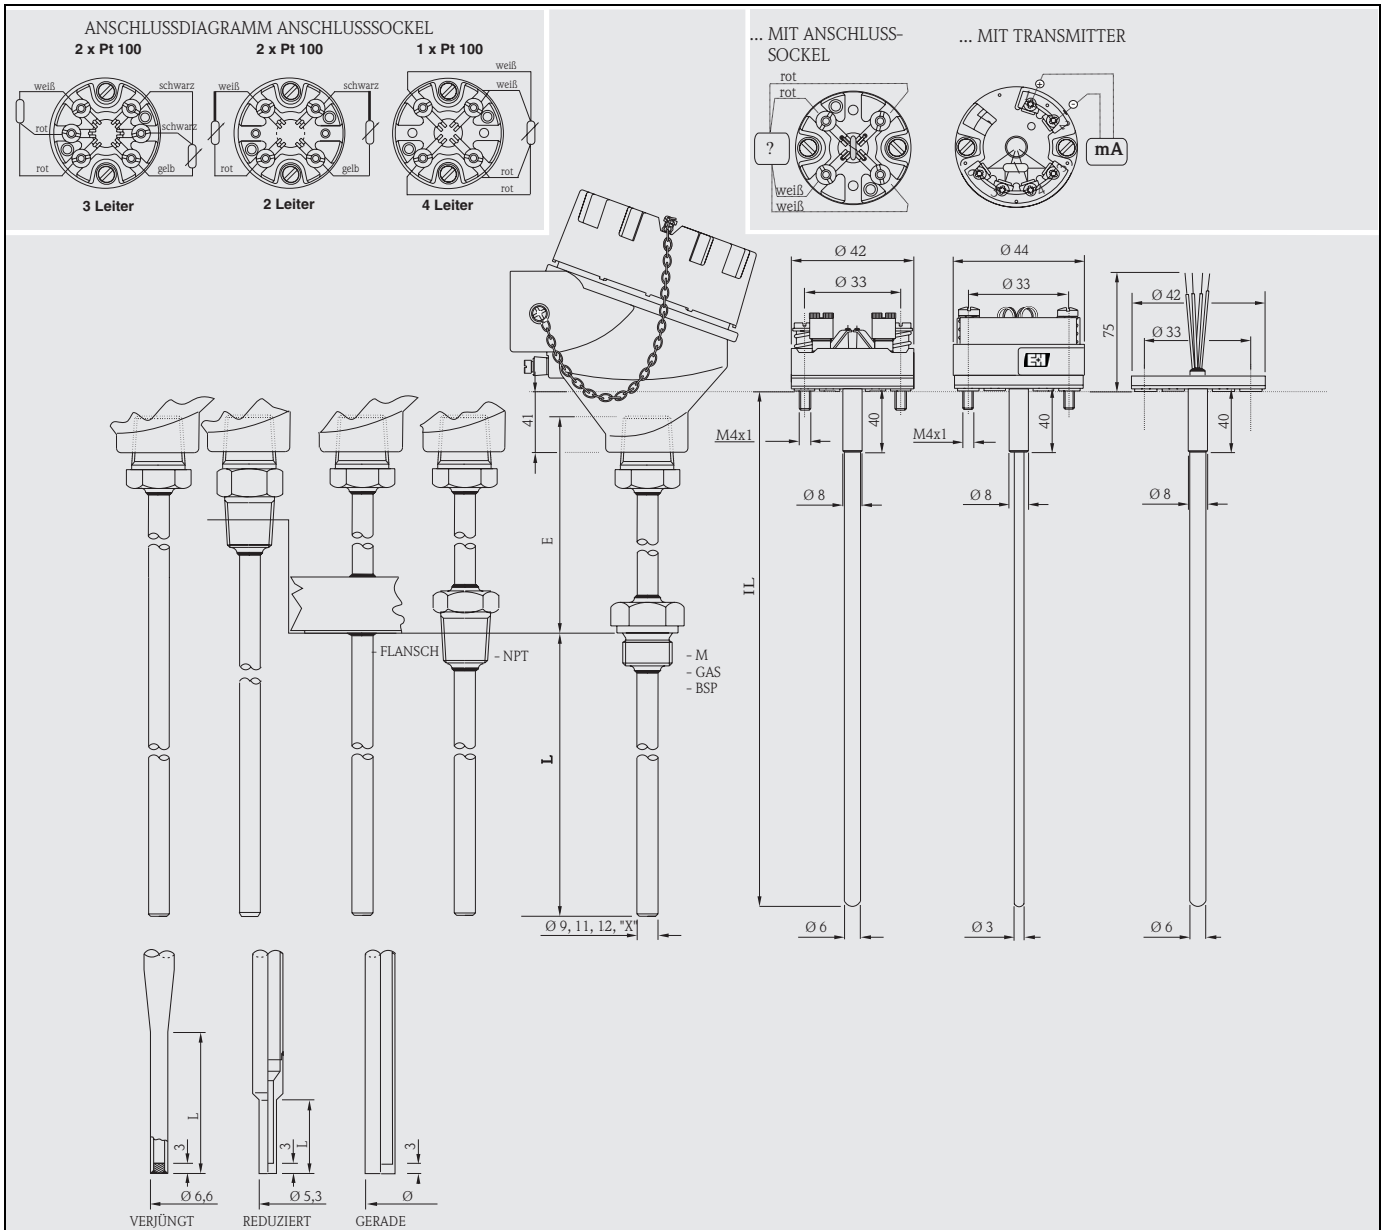

Abb. 6: Funktionale Komponenten, standardmäßige Anschlussdiagramme (Keramikanschlussockel), Spitze am Ende des Messfühlers
Bei einem Austausch muss die Länge des Einsatzes (L) entsprechend der Einbaulänge (L) des Schutzrohrs gewählt werden (siehe Abb. 6). Falls Sie Ersatzteile benötigen, finden Sie diese in der nachfolgenden Tabelle. Obwohl das Schaltungsschema des einfachen Pt100 immer mit 4 Leitern geliefert wird, kann der Anschluss des Transmitters auch mit 3 Leitern erfolgen. In diesem Fall wird einfach einer der 4 Drähte nicht angeschlossen (siehe Abb. 6). Für ATEX-zertifizierte Einsätze stehen Konfigurationen mit doppeltem Pt100 und 2 Leitern und einfachem Pt100 mit 2, 3 und 4 Leitern zur Verfügung.
Hinsichtlich des Schutzrohrs beträgt die Oberflächenrauigkeit (Ra) der benetzten Teile 0,8 mm; die verschiedenen Typen von Spitzen (reduziert oder verjüngt) werden in Abb. 6 beschrieben.